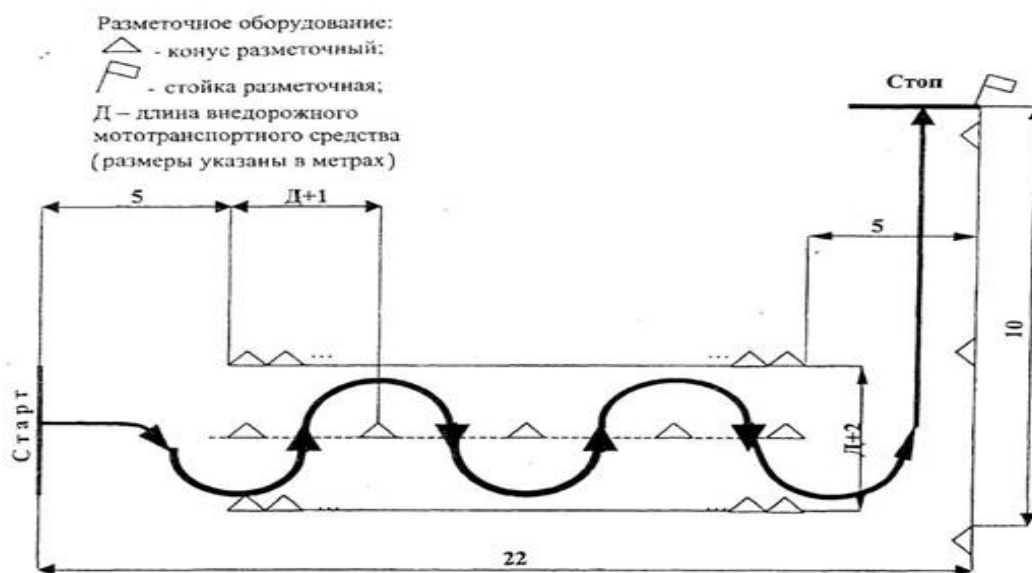

Рис. 3.Змейка
**ЗАДАНИЕ 3. ЗМЕЙКА** (рис. 3).